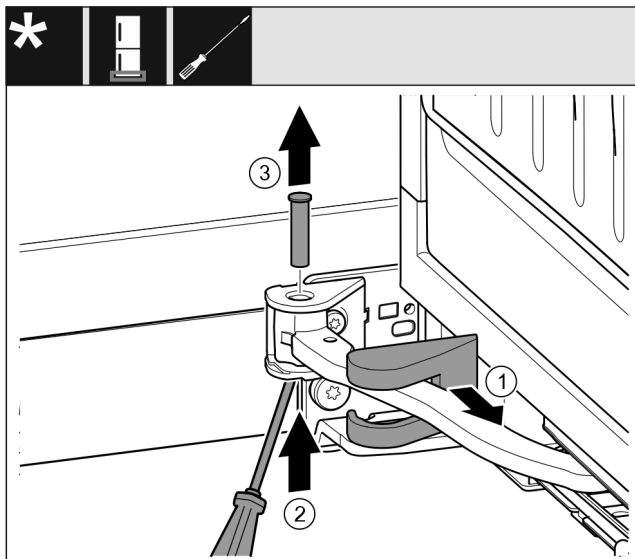

Fig. 19
- ▶ Rimuovere la copertura del blocco di supporto Fig. 19 (1) e spingerla lungo il giunto.
- ▶ Sollevare dal basso i perni Fig. 19 (2) con un cacciavite.
- ▶ Estrarre il perno Fig. 19 (3) dall'alto.